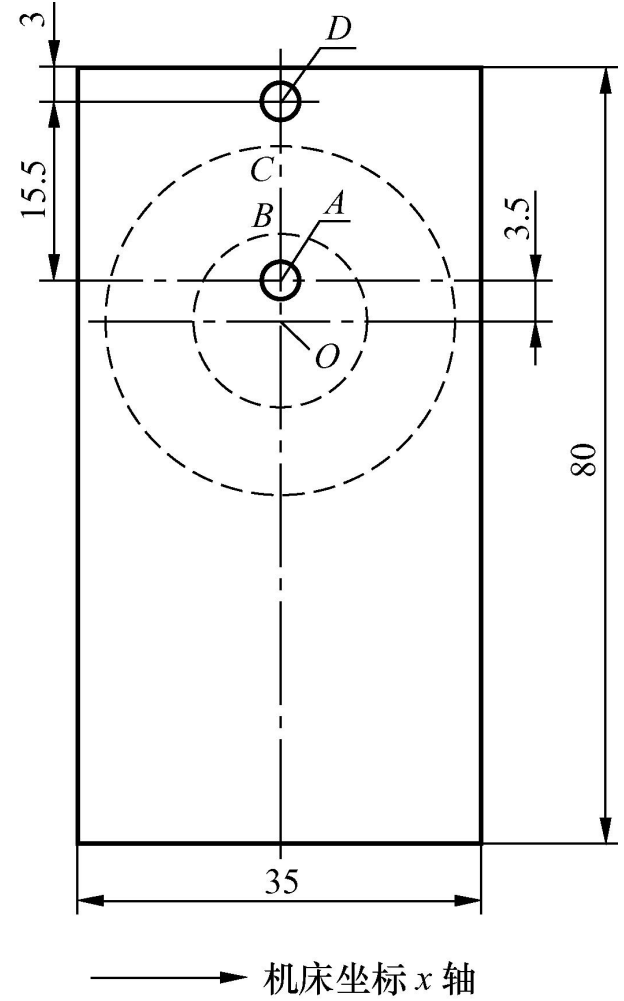

图8-11 轨迹编程坐标
**问题1:** 如果按照设计图8-11设计, 并打好穿丝孔, 但在编程时将第一个穿丝孔A点坐标输入为圆心  $(0, 0)$ 。请问后果如何, 如何处理?